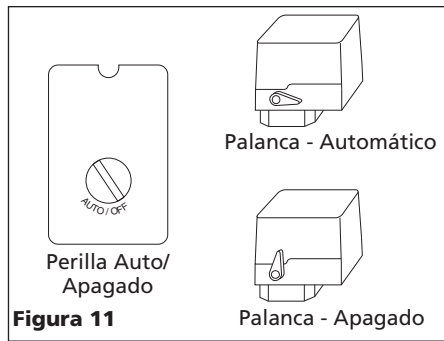

Figura 11
3. Mueva la palanca o perilla del presostato a la posición OFF y enchufe el cordón de alimentación. Coloque la palanca del presostato en AUTO para encender la unidad (Vea la Figura 11).